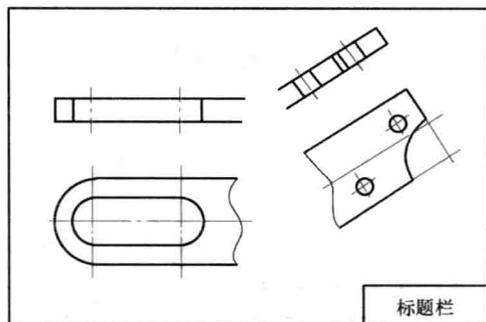

图 1-9 抄画前吊耳右侧倾斜部分
- 3) 将前吊耳右侧倾斜部分视图抄画到基准线上, 如图 1-9 所示。